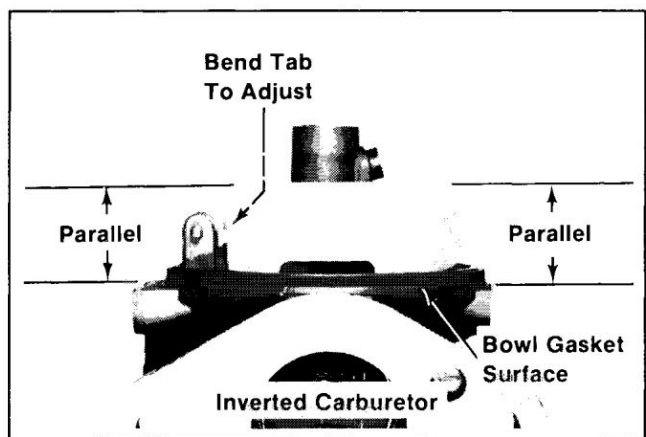

Figure 6-30. Réglage du niveau flottant.
4. Réglez le niveau de flottement : Inversez le carburateur de manière à ce que la languette du flotteur repose sur l'aiguille d'entrée de carburant. La surface exposée du flotteur doit être parallèle à la surface du joint de cuvette du corps du carburateur (extrémité libre exposée du flotteur à 0,690"/0,720" de la surface du joint de cuvette). Reportez-vous à la Figure 6-30.